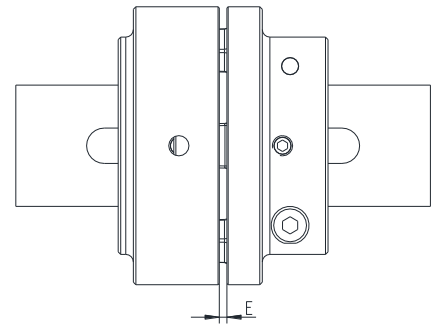

Figura 11: Montaje del acoplamiento
- Desplace los grupos en dirección axial, hasta haber alcanzado la medida E (véase figura 11).
- Cuando los grupos ya están firmemente montados, se debe ajustar la medida E mediante desalineación axial de la sección de levas SPLIT o de bolsa sobre los ejes (véase figura 11).